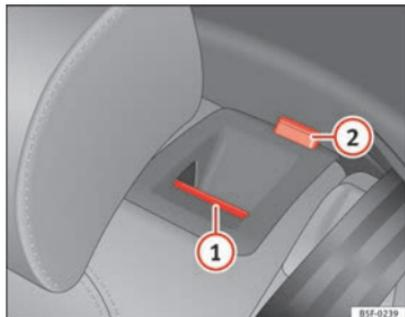

Abb. 91 In der Rückenlehne des Rücksitzes: Entriegelungstaste ①; rote Markierung ②.
- Ziehen Sie die Entriegelungstaste ⇒ Abb. 91 ① nach vorn und klappen Sie gleichzeitig die Lehne vor.
- Die Rücksitzlehne ist entriegelt, wenn eine rote Markierung an der Taste ② zu sehen ist.
Die Rücksitzlehne ist entriegelt, wenn eine rote Markierung an der Taste ⇒ Abb. 91 ② zu sehen ist.